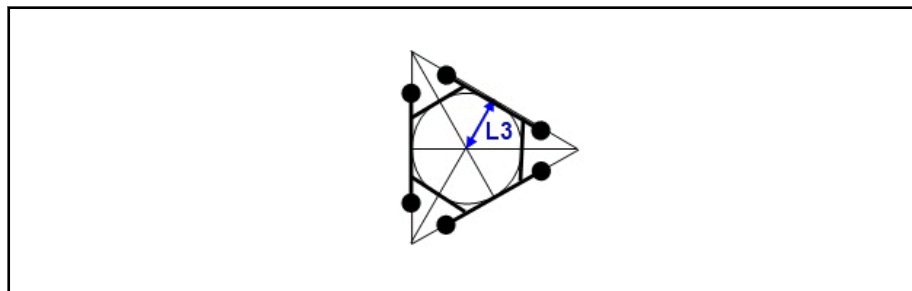

Abb. 4-26: Radius L4 der Werkzeugplatte
- L_3 ist der Radius des Innenkreises des gleichseitigen Dreiecks auf der Werkzeugplatte. Das gleichseitige Dreieck wird durch die Aufnahmepunkte der Stäbe definiert. Der Radius muss größer oder gleich L_2 sein (siehe Abb. 4-26 "Radius L4 der Werkzeugplatte" auf Seite 139)